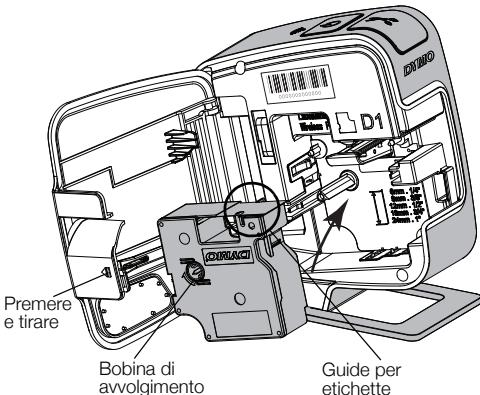

Figura 3
- 2 Verificare che il nastro sia ben teso lungo l'apertura della cartuccia e che passi tra le guide. Vedere la Figura 3.